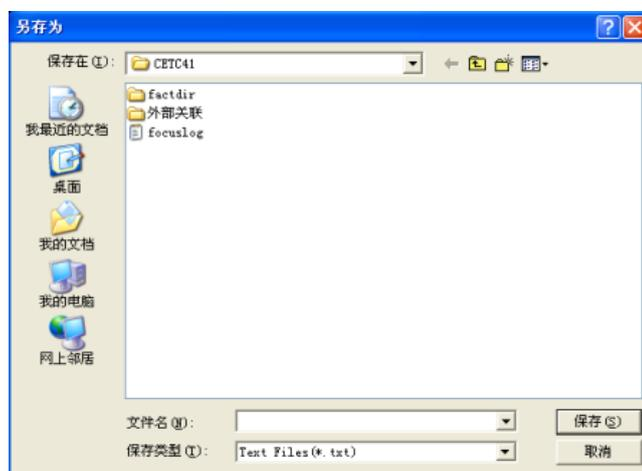

图 3-108 存储文件对话框
- 2) **数据存储**: 数据存储在处理数据源为实时数据时可用。弹出保存文件对话框, 编辑文件名称、选择文件类型进行数据存储, 如图 3-108 所示。本操作只对中频全景当前采样数据进行保存。